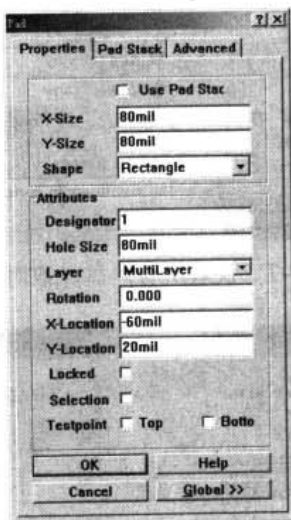
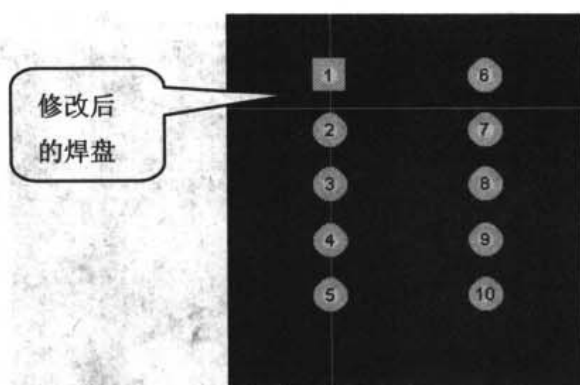
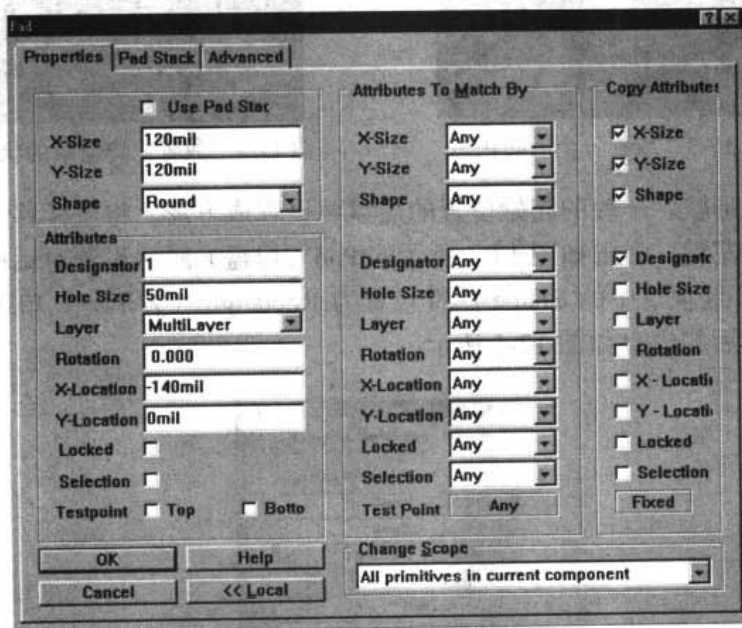
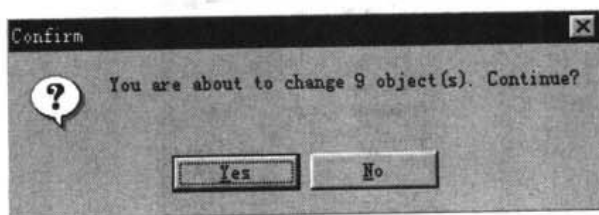

图 17-5 Pad (焊盘) 属性设置对话框
图 17-6 修改后的焊盘
图 17-7 设置所有焊盘参数对话框
图 17-8 确认修改焊盘参数对话框
- (4) 改变焊盘形状。一般的起始位置的焊盘要设置成方形，将鼠标移动到第一个焊盘位置，双击左键，弹出如图 17-5 所示的 Pad (焊盘) 属性设置对话框，在对话框中将 Properties 选项卡中的 Shape 属性设置为 Rectangle (方形)，单击 OK 按钮完成修改，修改后的焊盘如图 17-6 所示。
- (5) 根据实际需要, 设置焊盘参数。在图 17-5 中, 将焊盘的 X-Size、Y-Size (直径) 设置为 120mil, 焊盘的 Hole Size (孔径) 设置为 50mil。
- (6) 单击图 17-5 中的 Global 按钮, 出现如图 17-7 所示的全局修改对话框, 在此对话框中, 可以设置焊盘的所有参数。将焊盘的参数 X-Size、Y-Size 均设置为 120mil, Hole Size 设置为 50mil, 设置好后, 单击 OK 按钮, 即弹出如图 17-8 所示的 Confirm 对话框。如果其他焊盘的参数要作相应的修改, 可单击 Yes 按钮进行确认; 如果不需要修改, 则单击 No 按钮。